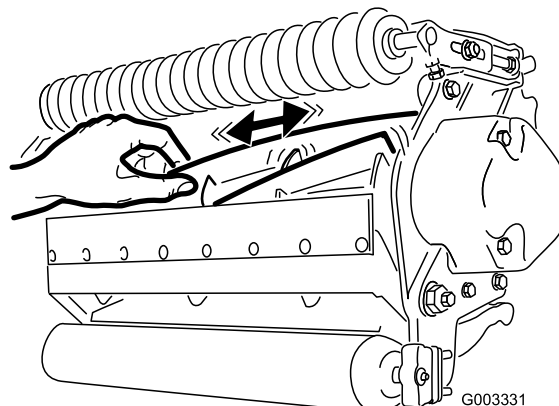

Figura 26
2. Utilizando um pano ou luva almofadada, segure a lâmina do cilindro e tente mover o conjunto do cilindro de um lado para outro (Figura 26).